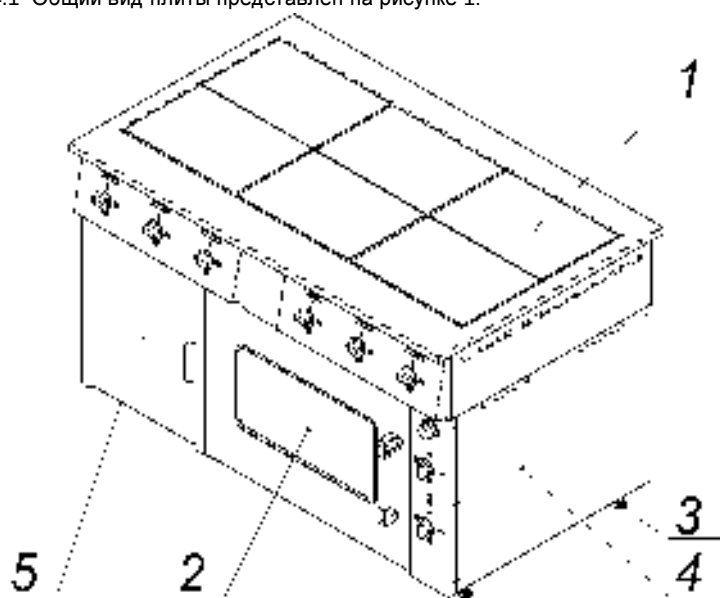
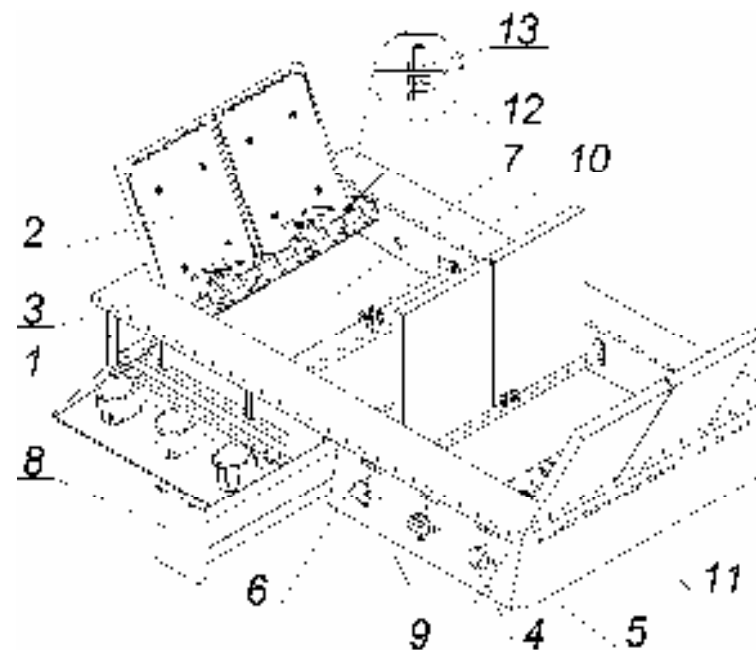
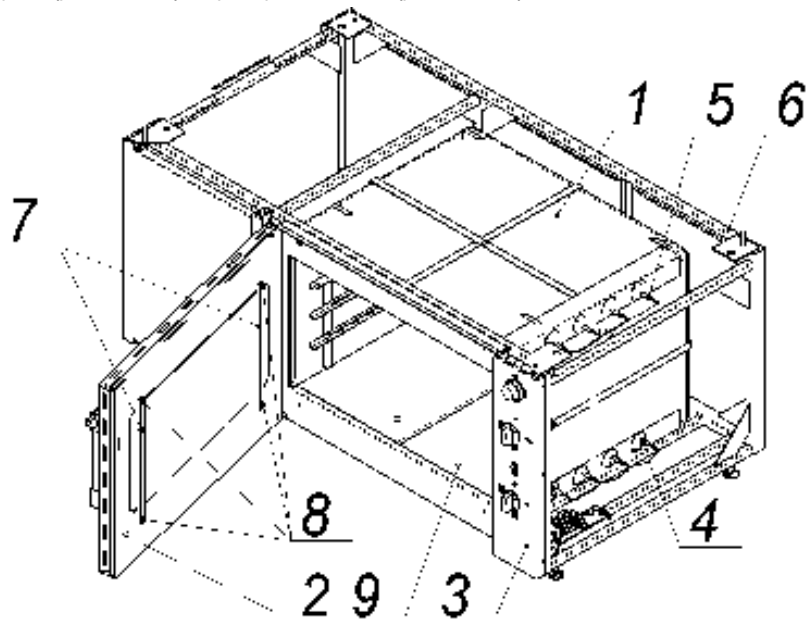
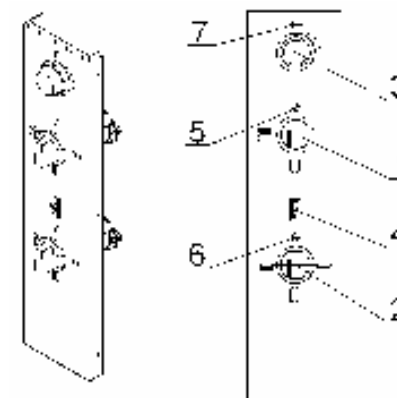

Рис.1
Рис. 2
Рис.3
Рис.4
4.3 Собственно плита (рис.2) установлена на жарочный шкаф (рис.1. поз.2) и состоит из каркаса (поз.1), с закрепленными на нём конфорками (поз. 2), столом (поз.3), облицовочными (поз.11) и приборными панелями (поз.5).
4.3.3 Для обслуживания и санитарной уборки, плита оборудована (см. рис.2) поддоном (поз.7) и выдвижным лотком (поз.8), так же обеспечен (см. рис.2) свободный доступ к внутренним поверхностям плиты:
4.4 Жарочный шкаф состоит из тепловой (рабочей) камеры (рис.3 поз.1), закрываемой дверкой (рис.3, поз.2) и приборной панели (рис.3, поз.3).
- Снять панель управления (рис.3, поз.3) или правую облицовочную панель (рис.1, поз.4);
- Снять панель управления (рис.3, поз.3) или снять правую облицовочную панель (рис.1, поз.4);
- Открыть дверку и вынуть из камеры подовые короба (рис.3, поз.9);
4.5 Приборы управления и светосигнальная арматура размещены (рис.4) на приборной панели (рис.3 поз.3), которая расположена с правой стороны шкафа.
4.5.1 Ступенчатое регулирование мощности верхних и нижних ТЭНов осуществляется установкой ручек переключателей (поз.1 и 2) в фиксированные положения, обозначенные на приборной панели символами **I, II и III**, что соответствует режимам нагрева ТЭНов: слабый, средний и сильный. При этом, изменяется мощность ТЭНов (см. раздел 2, табл.1, п.12). Отключение ТЭНов производится установкой ручек переключателей в положение «0» (напротив сигнальных ламп рис.4, поз.5 и 6).
Установка и автоматическое поддержание необходимой температуры (от 50 до 300⁰С) в камере осуществляется терморегулятором (рис.4, поз.3).
Переключатели верхних и нижних ТЭНов, а также терморегулятор снабжены сигнальными лампами (рис.4, поз.5, 6 и 7).
7.9 После окончания приготовления продуктов отключите напряжение, подаваемое на нагревательные элементы конфорок и шкафа, установив ручки переключателей конфорок (рис.2, поз.4), ручки переключателей верхних и нижних ТЭНов шкафа (рис.4, поз. 1, 2) и лимб терморегулятора шкафа в положение «0» (сигнальные лампы должны погаснуть).
7.4 Установите (по часовой стрелке) лимбом терморегулятора (рис.4, поз.3) температуру в камере шкафа, предусмотренную технологией приготовления продукта (должна загореться сигнальная лампа рис.4. поз.7).